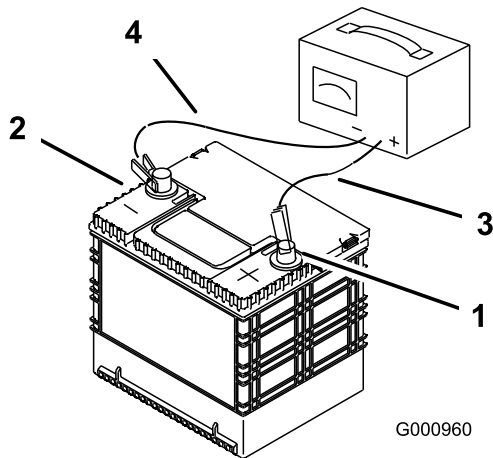

Figura 70
3. Cuando la batería esté completamente cargada, desconecte el cargador de la toma de electricidad, luego desconecte los cables del cargador de los bornes de la batería (Figura 70).